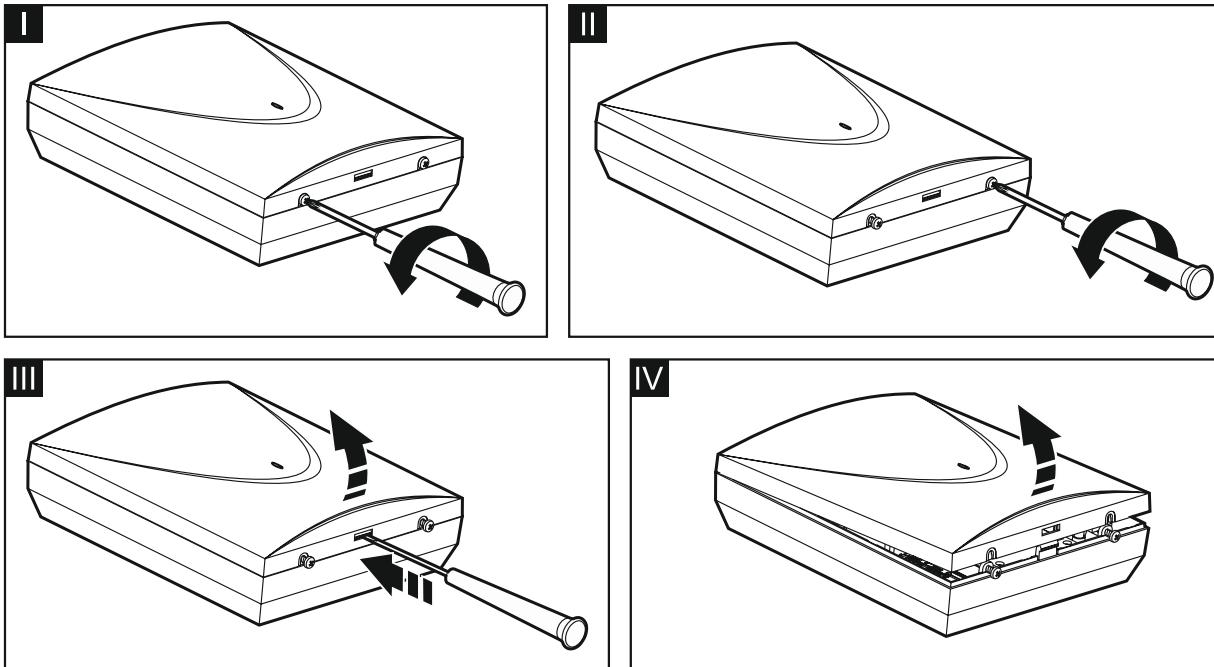

Рис. 1. Открытие корпуса ОПУ-2В.
1. Слегка выкрутите шурупы, блокирующие крышку корпуса, и снимите ее (рис. 1).